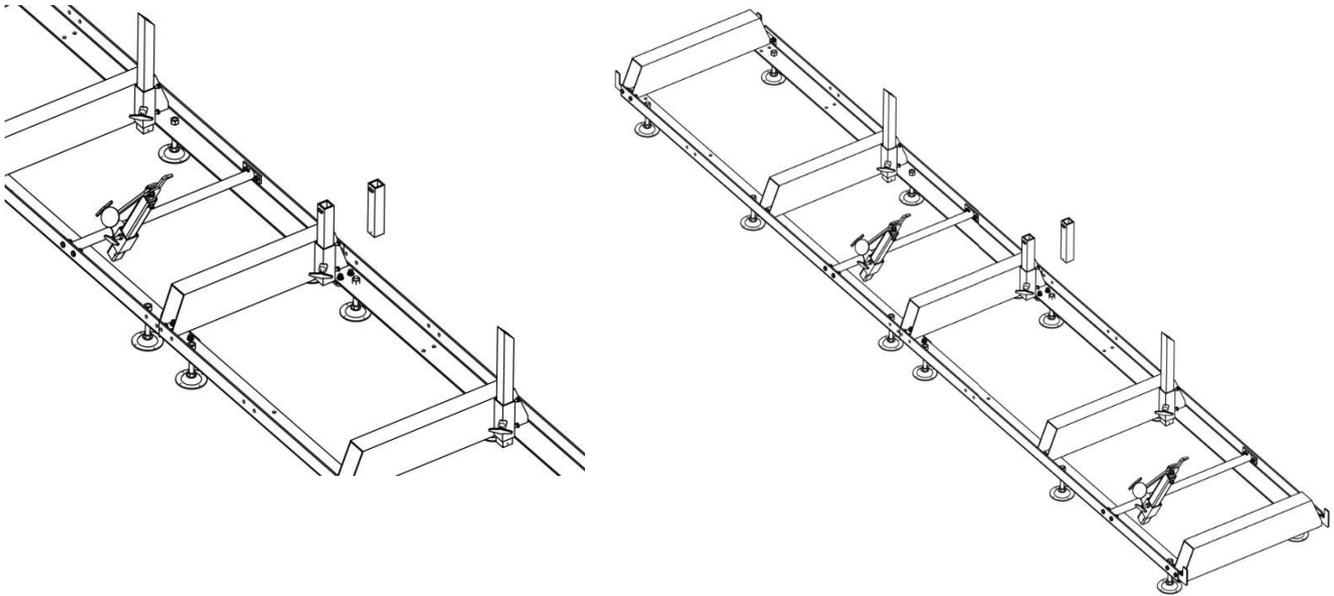

Abb.5-5: Montage Stützen
5. Stecken Sie die Stammstützen in die Querstützen der Schiene und sichern Sie sie mit den T-Griffen (Abb. 5-5)